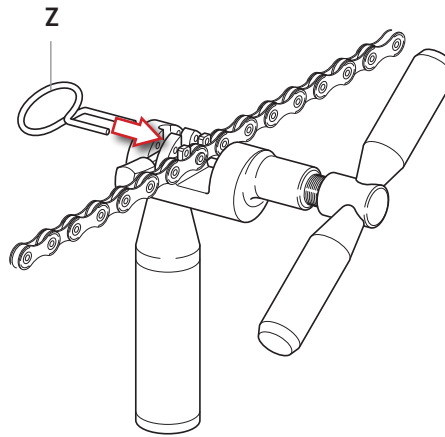

Fig.19
- Insérez le maillon à fermer dans les sièges prévus à cet effet (Fig. 19).
- Bloquez le maillon à l'aide du dispositif de blocage prévu à cet effet (Z - Fig. 19).